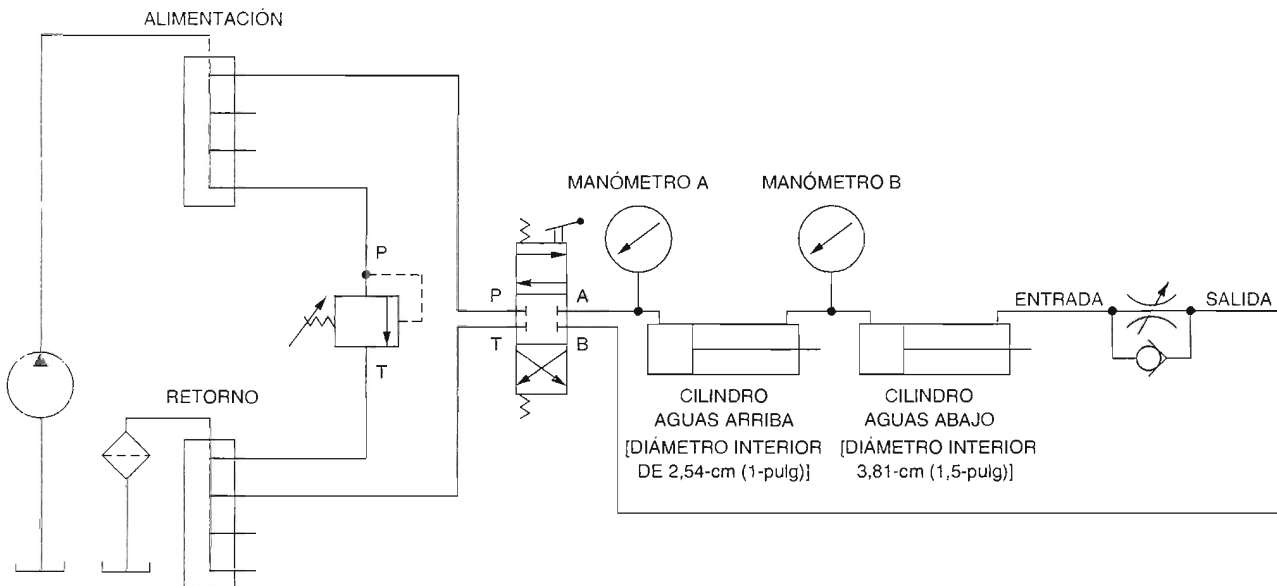

Figura 3-9. Circuito en serie con carga en el cilindro aguas arriba.
- ☐ 22. Modifique sus conexiones de manera que coloque los dispositivos de carga (válvula de control de flujo no compensada) en el cilindro aguas arriba [diámetro interior de 3,81 cm (1,5 pulg)], como se muestra en la Figura 3-9.